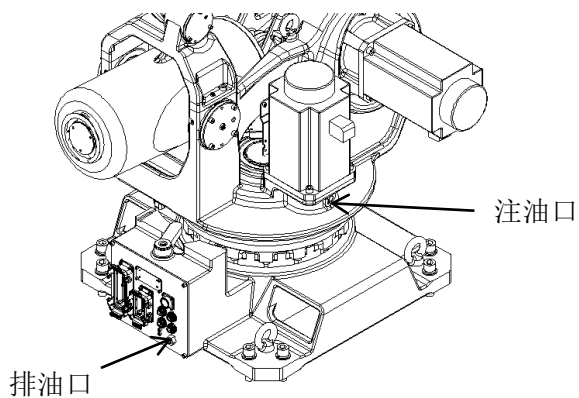
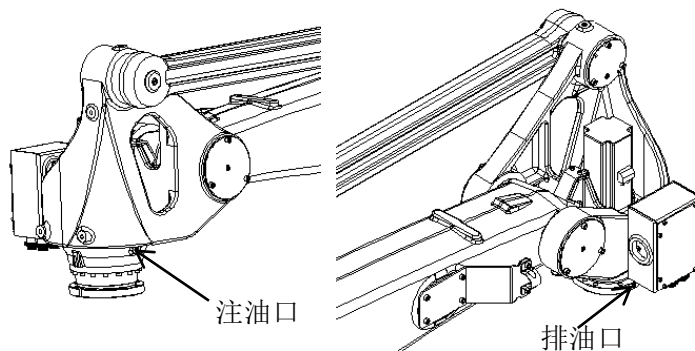

图 4-2 J1 轴更换减速机润滑油
图 4-5 J4 轴更换减速机润滑油
- 3) 移去润滑油供排口的 M8 内六角螺塞 (M8×1)，见图 4-2 至图 4-5。